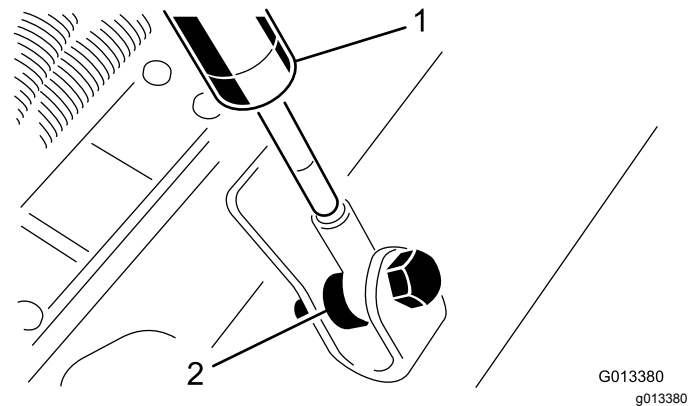

Bild 6
10. Entfernen Sie die Bolzen, Distanzstücke, und Bundmuttern, mit denen das gegenüberliegende Ende der Stoßdämpfer am Mähwerk befestigt sind (Bild 6).